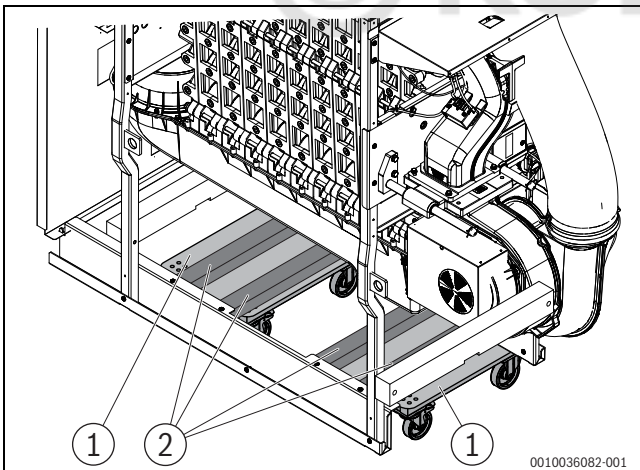

Рис. 15 Поддон на площадке для перевозки мебели (примерное изображение)
- ▶ Для дальнейшей транспортировки установите площадку для перевозки мебели между двумя продольными балками. При опускании средние транспортные поддоны устанавливаются на площадку для перевозки мебели (→Рис. 15). Теперь котел можно перемещать с помощью площадки для перевозки мебели.